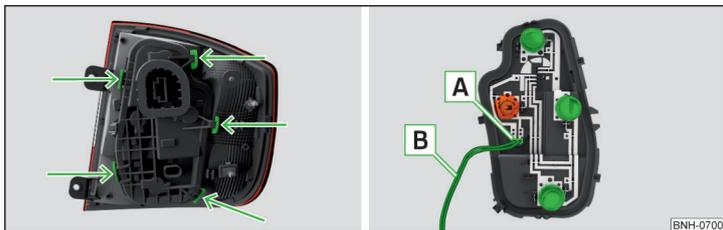

Fig. 271 Parte exterior de las luces/ Soporte con bombillas
- › Desbloquee el portalámparas en las áreas señaladas con las flechas » fig. 271 y extraerla de la lámpara.
- Antes de colocar el portalámparas verificar en la lámpara, si el conector **A** » fig. 271 está colocado correctamente entre la lámpara y el portalámparas.